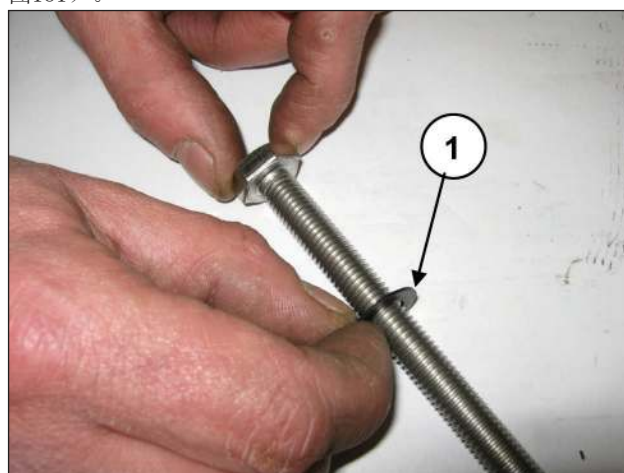

图181
将垫圈010x18x0.9插入活塞固定螺丝（部件号①，图181）。